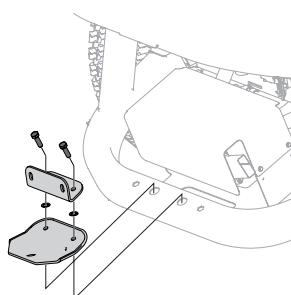

Figure 4
- Installez l'ensemble du support sur le châssis inférieur du tracteur au moyen de deux vis d'assemblage (710-0376). Consultez la Figure 4.